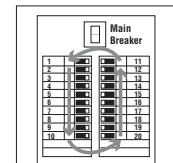

Figure 4
5. Glissez la pointe du récepteur le long du bord externe de chaque rangée de disjoncteurs en utilisant un parcours en champ de courses de la façon illustrée (Figure 4). Notez que le récepteur émettre des bips fréquents alors qu'il mesure la force relative de signal pendant la première passe.